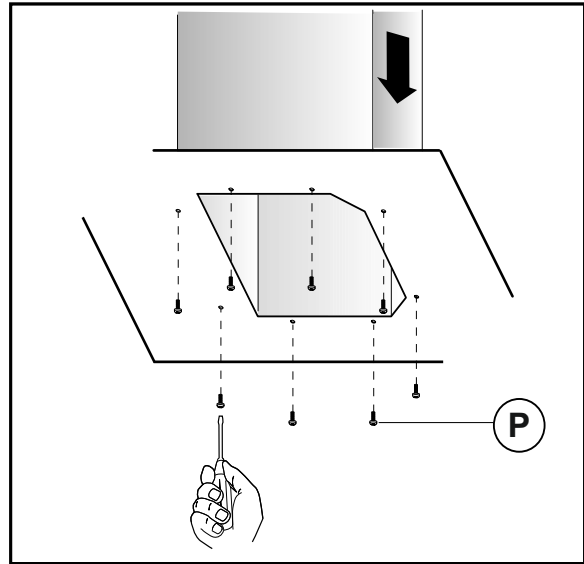

Fig.14
- 3.4.6 Mikäli kyseessä on liesituuletin, jonka hormin alaosa on ruuveilla kiinnitettävissä kupuosaan, kiinnitys tapahtuu kupuosan alapuolelta. Poista metallirasvasuodattimet kiinnityksen ajaksi. (Fig. 14)